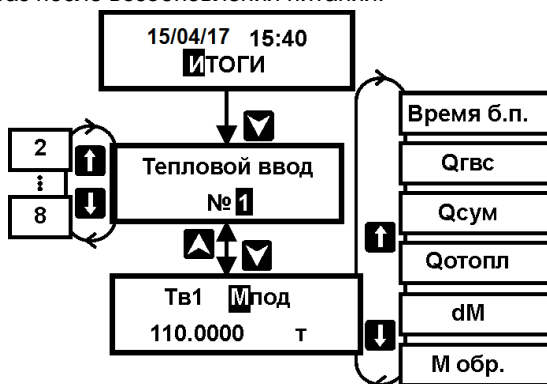

Рисунок 18 – Порядок действий по просмотру информации на дисплее
1. Установить кнопками \uparrow или \downarrow пункт меню 1–ого уровня ИТОГИ (рисунок 18);